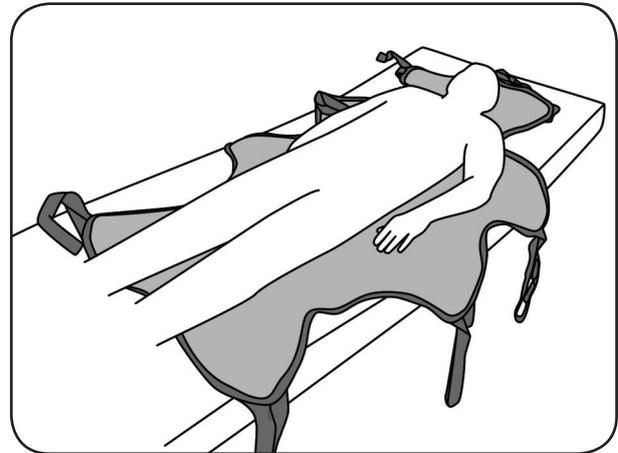

Abb. 8.2.05 – Patienten auf Liftergurt positioniert
7. Drehen Sie den Patienten wieder auf den Rücken und ordnen Sie die Gurtschlaufen (Abb. 8.2.05).